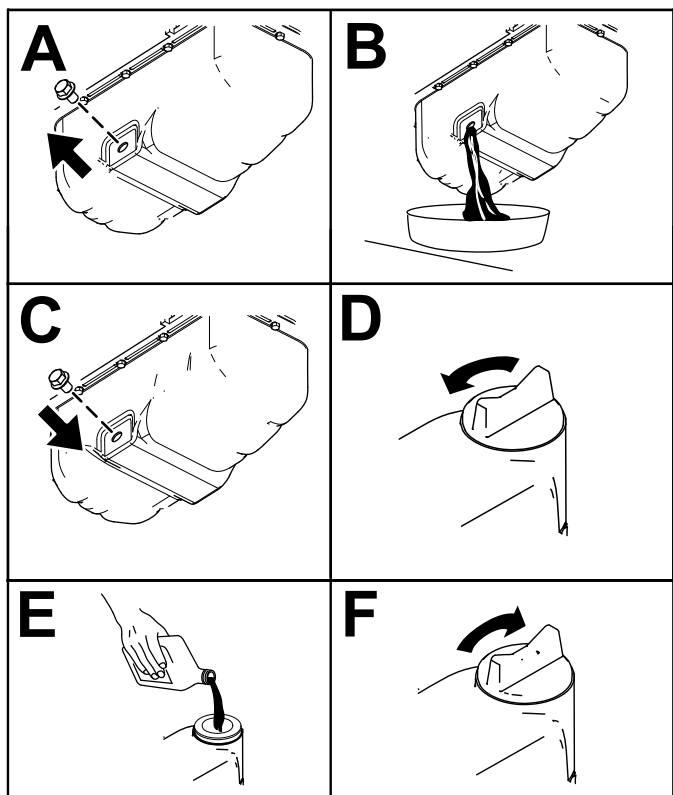

Figura 49
3. Cambiate l'olio motore come mostrato nella Figura 49.